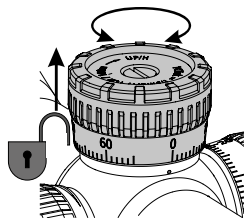

Fig. 2
La caduta del proiettile viene compensata regolando la linea di mira del cannocchiale da puntamento in modo adeguato alla distanza. **Per evitare una regolazione non intenzionale, l'ASV può essere ruotato solo con il regolatore sollevato (fig. 2).** Il regolatore (1) dell'ASV è dotato di serie di un anello neutrale. La distanza fra una tacca è l'altra è di 1 clic e corrisponde a 1 cm su 100 m. Ogni dieci tacche è indicato un valore (ASV+: 0–60, ASV-LR: 0–90, ASV-ALR: 0–130).